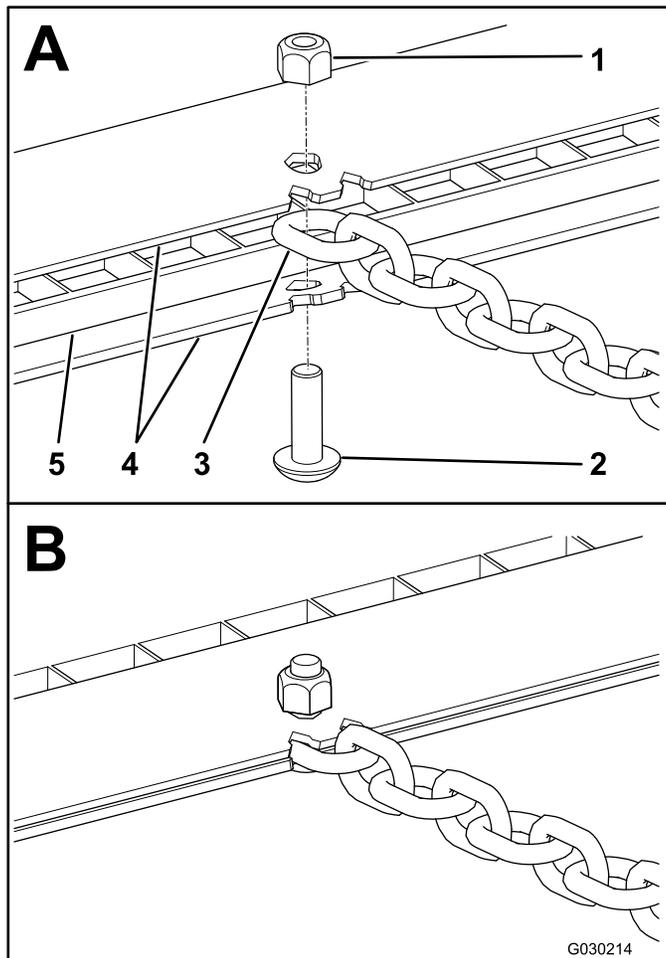

Figura 6
3. Installate la catena tra le staffe sulla rete livellatrice con una vite (5/16 x 1 poll.) e un dado di bloccaggio (5/16 poll.) come illustrato nella Figura 6.
3. Installate ogni catena tra le staffe sulla rete livellatrice con una vite (5/16 x 1 poll.) e un dado di bloccaggio (5/16 poll.) come illustrato nella Figura 6.